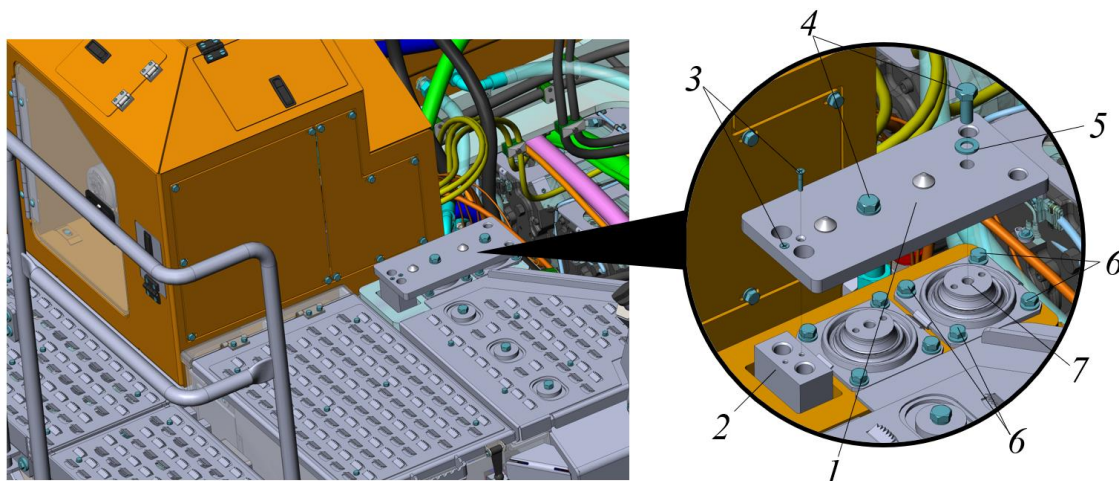

Рисунок 5.28. Демонтаж плиты стыковочной и гидроопоры
- ▶ Закрепить любым удобным способом (чтобы не упал вниз) якорь 2, рис. 5.28.
- ▶ Установить гидроопору и плиту стыковочную с левой и правой сторон машины рис. 5.28.